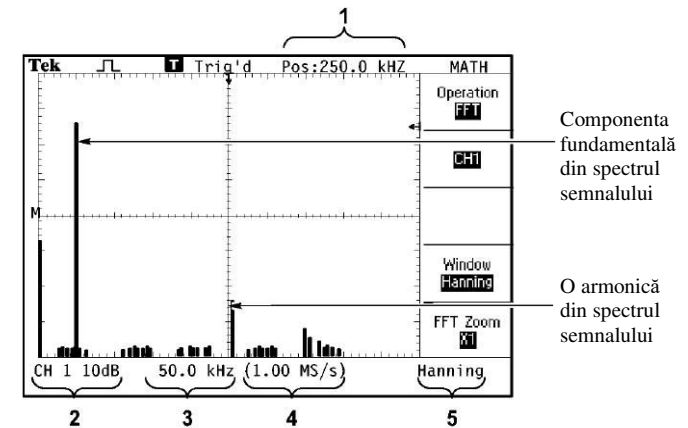

Fig. A3: Ecranul osciloscopului în modul FFT
Legendă pentru figura A3: (1) frecvența centrală vizualizată (din centrul ecranului), (2) scara de deflexie pe verticală, în dB/div, (3) scara de deflexie pe orizontală, în Hz/div, (4) frecvența de eșantionare, (5) tipul de fereastră FFT. Frecvența de eșantionare se afișează în S/s (*samples/second*) în loc de Hz